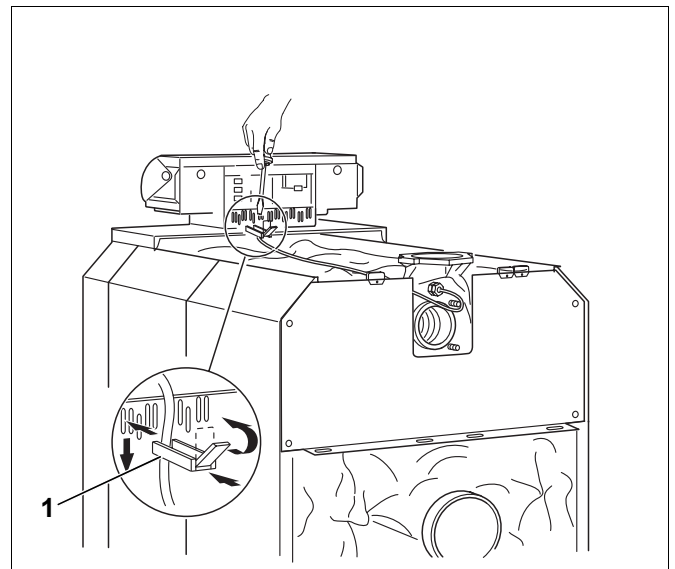

Fig. 64 Fissaggio delle linee di collegamento elettriche
- Inserire le fascette serracavo complete di cavo di collegamento nel listello di cablaggio e fissare piegando la leva (fig. 64, [1]).